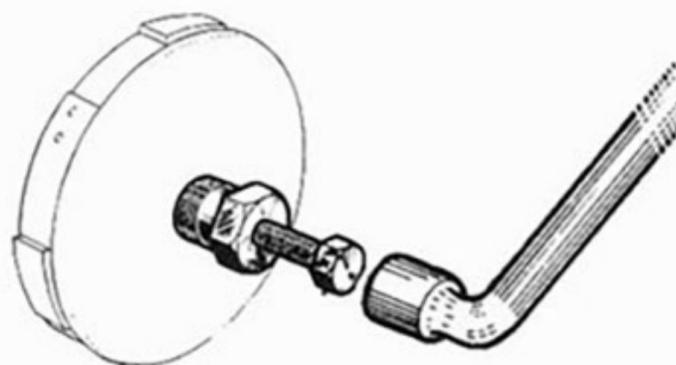

FIGURE 21
- Monter l'extracteur (réf. 15141 - 24 x 100) et visser sans à-coups pour extraire le tambour de variateur (Fig. 21).